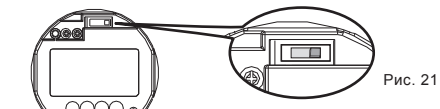

Рис. 21
По умолчанию ползунок переключателя установлен на заводе-изготовителе, как показано ниже (см. рис. 21, кнопочный режим). Пользователь может изменить режим шины С, выполнив следующие действия:
1. Откройте выбивное отверстие с помощью небольшой плоской отвертки (см. рис. 21).